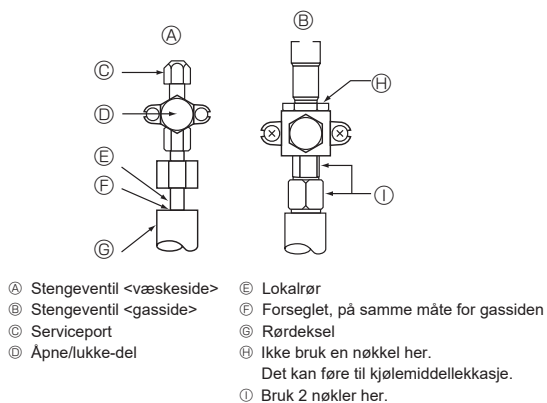

Fig. 4-5
- (1)
- (2)
4.4. Metode for å teste om kjølemiddelrør er lufttett (Fig. 4-5)
- Hvis trykket faller i trinn (2) eller (3), finnes det en gasslekkasje. Se etter kilden til gasslekkasjen.